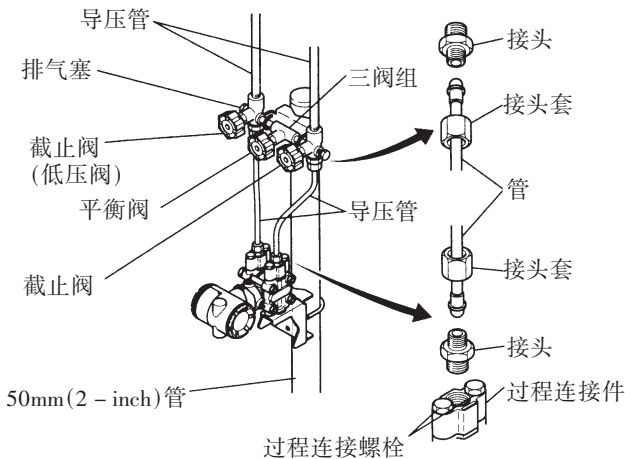

图 5.1.1b 三阀组(配管型)
■配管型(图 5.1.1b)
①在变送器一侧的三阀组多支管接口接口及连接过程接头的导压管接口内旋入双头螺栓。(为了确保密封,请在双头螺栓的螺纹部缠上胶带。)
②用 U 型螺栓把三阀组本体上的安装托架安